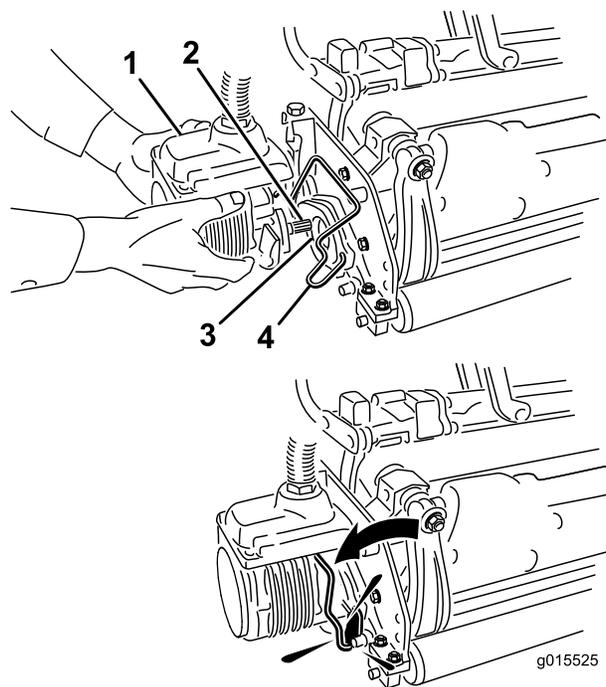

Рисунок 35
щелчок с обеих сторон электродвигателя. (Рисунок 35).
6. Нанесите на зубчатый вал электродвигателя режущего блока чистую консистентную смазку (Рисунок 35).